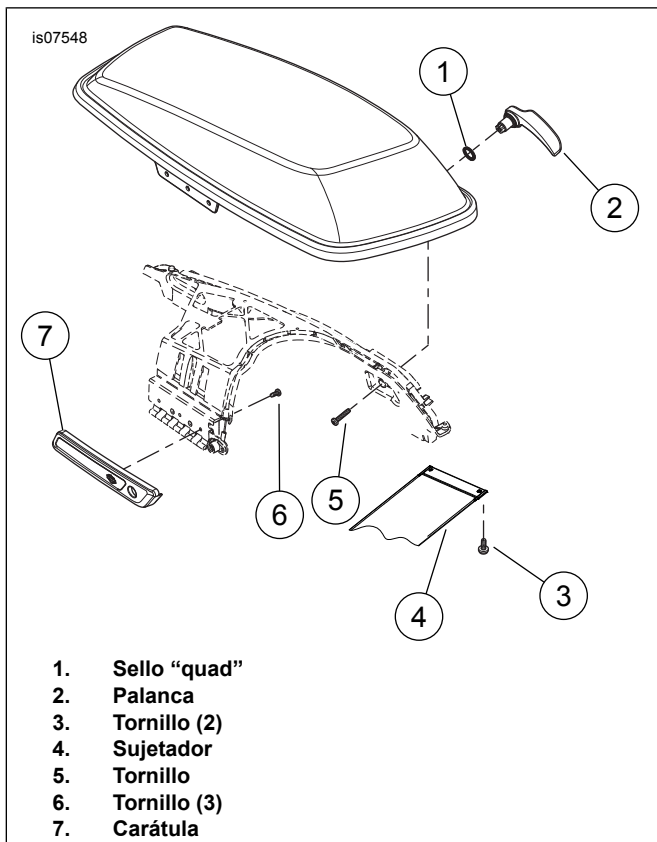

Figura 1. Kit de palanca y cubierta de la bisagra de la alforja
1. Vea la Figura 1. Extraiga los tornillos del sujetador (3) para acceder a los tornillos de montaje de la carátula (6). Guarde los tornillos para la instalación.
2. Sostenga la carátula y extraiga los tornillos (6) y la carátula. Deseche los tornillos y la carátula.
3. Extraiga el tornillo (5), el sello "quad" (1) y la palanca (2). Deseche el tornillo, el sello "quad" y la palanca.